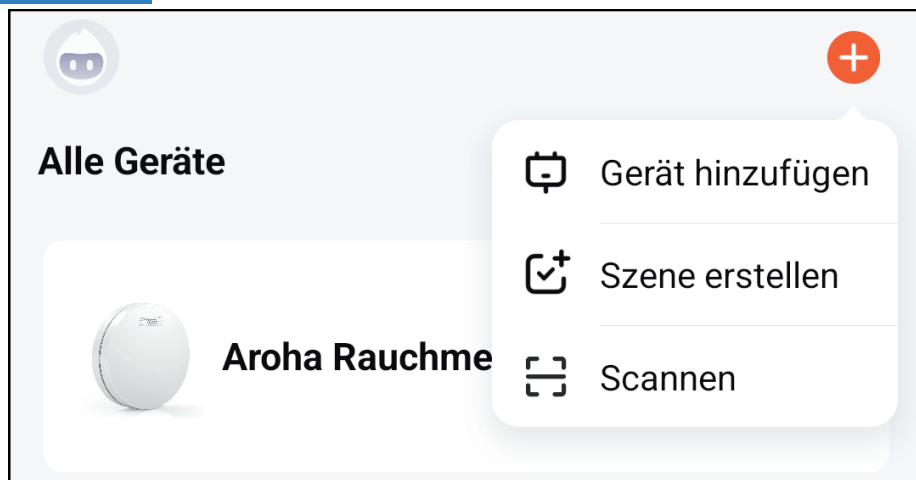

Abbildung 2: Gerät in der App hinzufügen
Schritt 5: Klicken Sie auf das „+“ in der oberen rechten Ecke des App-Startbildschirms. Wählen Sie dann „**Gerät hinzufügen**“, wie Sie in Abbildung 2 sehen. Die App sucht nun automatisch nach Geräten, die sich im Kopplungsmodus befinden. Befolgen Sie die Schritte wie in der App beschrieben.